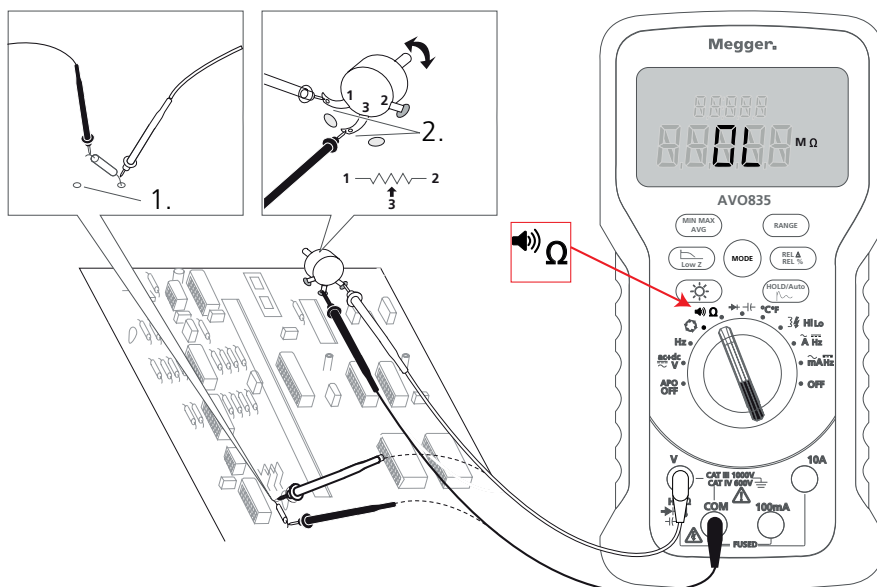

Abb. 3: Einstellen der Widerstandsmessung
2. Stellen Sie das Gerät ein, wie in Abb. 3 beschrieben.